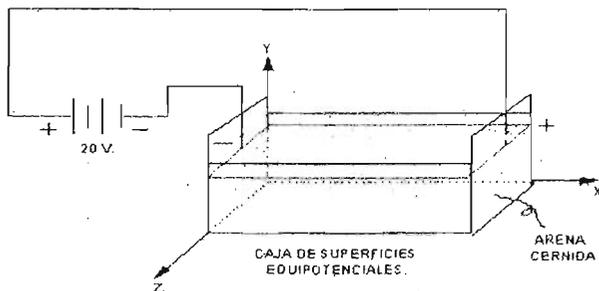

Figura 3.3
g) Arme el dispositivo de la figura 3.3 y aplique un voltaje de 20 [v]